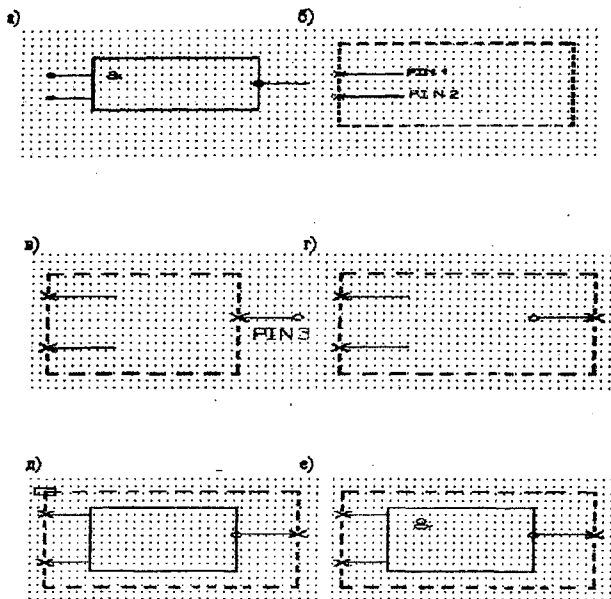

Рис. 3. Рисование условного графического обозначения элемента
8. Приступим к рисованию УГО (рис.3а). Для этих целей в главном меню предназначена команда Graphics. Активизация этой команды предоставляет доступ к меню рисования ( Box - прямоугольник, Line - линия, Arc - полуокружность, Pin - контакт, Circle - окружность, и т.д.).
8.2. Вводим выходной контакт. Если нормальный контакт устанавливается в системе по умолчанию, то другие виды контактов следует выбрать. Активируем команду Edit. Однократный щелчок левой кнопки мыши по строчке PINTYPE переводит на новый тип контакта – инверсный (bubble). Размещаем выходной контакт как это показано на рис.2в. Затем, щелкая левой кнопкой мыши по команде Edit/Rotate, дважды поворачиваем контакт на 180 (рис. 3г). Отменяем команду нажатием правой кнопки мыши.
8.3. Командой Graphics/Box рисуем контур УГО, совмещая его с внутренними сторонами контактов (рис. 3д).
8.4. Активируем команду Graphics/Text. На клавиатуре набираем текст: 133LA3 и выводим появившийся на экране прямоугольник над УГО. Нажатие левой кнопки мыши фиксирует надпись (рис.3е). Аналогично вводятся другие надписи, например, &, N1, N2, OUT и т.д.